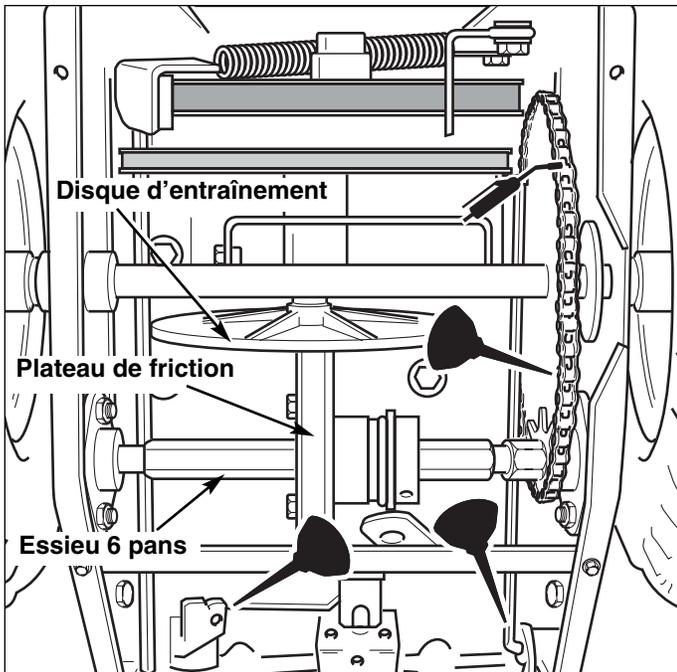

Figure 15. Points de lubrification dans la zone d'entraînement (sans le couvercle inférieur)
Appliquer de l'huile de teneur moyenne (10W) aux points indiqués aux Figures 15 à 17.
Système d'entraînement: Ne pas permettre à l'huile et à la graisse d'entrer en contact avec le plateau de friction (voir Figure 15) le disque d'entraînement. Lubrifier l'arbre Hex avec de l'huile moteur synthétique de 5W-50.
1. Après 5 heures de marche, vérifier que le réglage est correct. Réajuster la tige d'embrayage si nécessaire en augmentant la tension sur la tige. Un petit mouvement du bras du levier coudé est permis si la machine passe les vérifications indiquées dans l'Avertissement à votre gauche. **Le réglage optimal donne un dégagement de 0,8 mm entre le disque d'entraînement de traction et l'anneau de caoutchouc sur le plateau de friction quand le levier d'entraînement est relâché** (voir Figure 15 pour l'emplacement du plateau de friction).